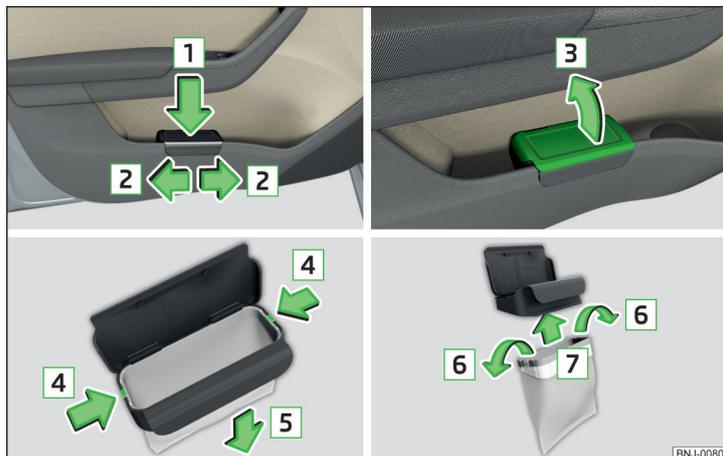

Fig. 72 Poubelle : insérer et déplacer / ouvrir / remplacer le sacnet
- Enfoncer la poubelle dans la partie arrière dans le sens de la flèche **1** » fig. 72.
- Retirer la poubelle dans le sens contraire à la flèche **1** » fig. 72.
- Ouvrir la poubelle dans le sens de la flèche **3** » fig. 72.
- Tirer les deux ergots de retenue du cadre intérieur dans le sens de la flèche **4** » fig. 72 de la structure de la poubelle.